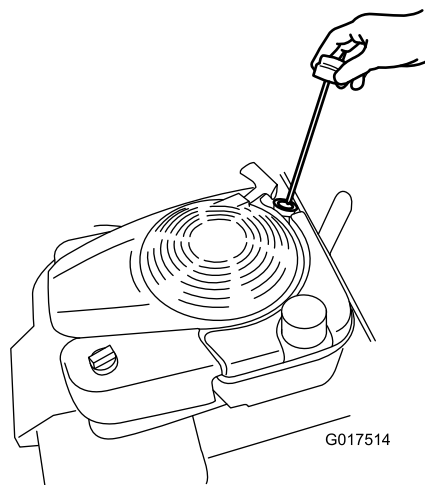

Figure 6
2. Retirez la jauge (Figure 6) et versez de l'huile dans le tube de remplissage pour remplir le carter moteur aux 3/4.